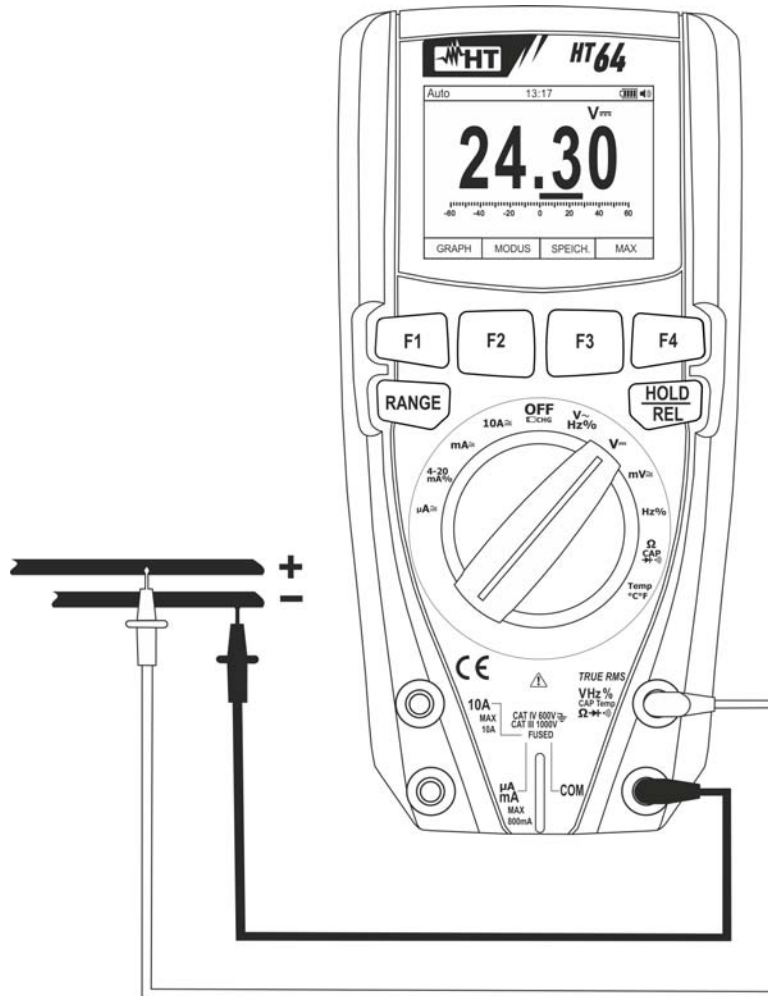

Abb. 22: Verwendung des Gerätes für Gleichspannungsmessung
3. Verbinden Sie die rote Messleitung und die schwarze Messleitung mit dem jeweils positiven und negativen Potenzial des zu messenden Kreises (siehe Abb. 22). Der Spannungswert erscheint auf dem Display.
5. Das Symbol "-" auf dem Display des Gerätes gibt an, dass die Spannung die umgekehrte Richtung mit Bezug auf den Anschluss in Abb. 22 hat.